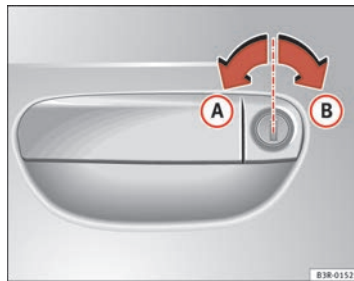

Fig. 70 Movimientos de la llave para abrir y cerrar
- Gire la llave hacia la izquierda en la cerradura de la puerta del conductor hasta alcanzar la posición de apertura **(A)** ⇒ fig. 70.
- Gire la llave hacia la derecha en la cerradura de la puerta del conductor hasta alcanzar la posición de cierre **(B)** ⇒ fig. 70 ? .
Para ello, gire la llave en la cerradura de la puerta del conductor **dos veces** sucesivamente hasta alcanzar la posición de cierre **B** ⇒ página 104, fig. 70.